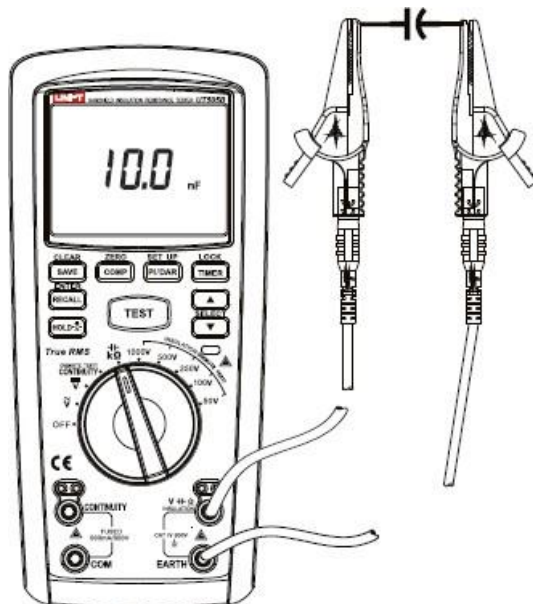

Fig. 8 Masurarea capacitatii
4.2 Masurarea capacitatii (vezi fig. 8)